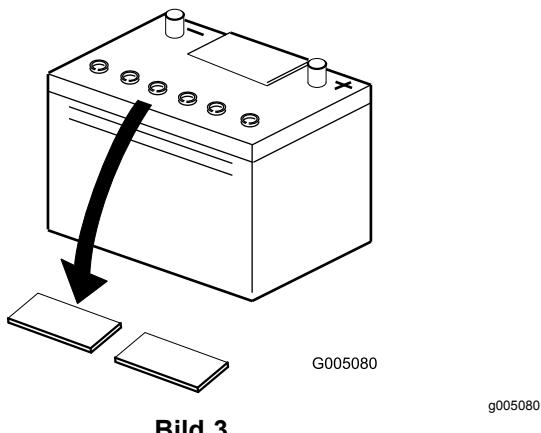

Bild 3
- Reinigen Sie die Oberseite des Akkus und nehmen Sie die Entlüftungsdeckel ab (Bild 3).